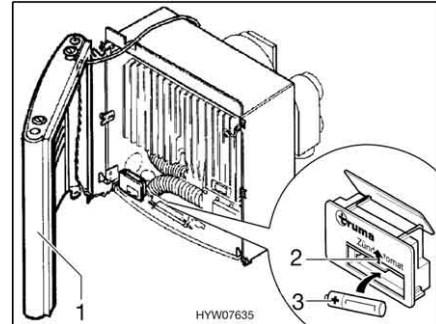

Bild 110 Värmeaggregat öppet
- Ställ ut höljet (Bild 110,1) åt sidan så att anslutningskablar för varmluftsfläkten och kontrollampa för tändning inte behöver kopplas bort.
- Skjut upp batterifackets skyddslock på automattändningen (Bild 110,2).
- Sätt in ett nytt batteri (Bild 110,3) i automattändningens batterifack, använd samma typ av batteri och se till att polerna (+/-) kommer rätt. Använd endast temperaturbeständiga (+70 °C) mignon-batterier, som inte kan läcka.